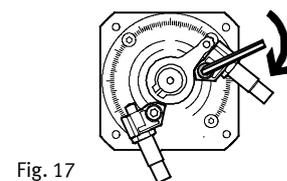

Fig. 17
- Dra åt dämparfästets fästskruv (Fig. 17) igen med nedanstående åtdragningsmoment (Fig. 18). Endast vid angivet åtdragningsmoment greppar dämparfästets kuggar husmaterialet.